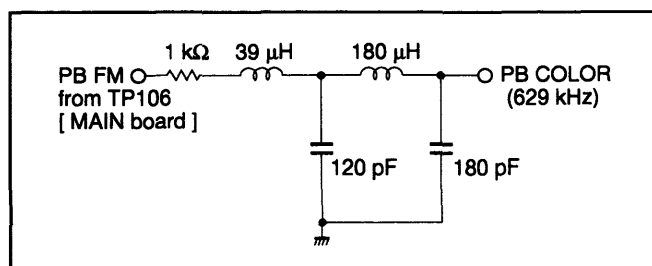
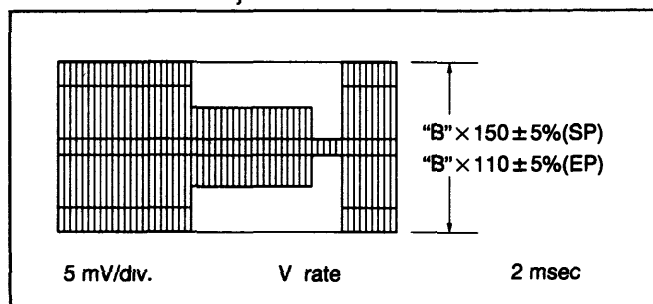

Fig 3-3-4 Circuito LPF
Fig 3-3-5 Nível de cor na gravação
- (1) Conecte o osciloscópio na saída PB COLOR através do circuito LPF (Ver Fig 3-3-4) e TP111 ao trigger (borda negativa) no Painel Principal
- (2) Reproduza um sinal colorbar da fita de alinhamento SP
- (3) Ajuste o tracking do Painel frontal para posição Auto tracking desligado, pressionando-se simultaneamente as teclas CH "▼" e "▲"
- (4) Através das teclas CH "▼" ou "▲" do Painel frontal ajuste a forma de onda de cor para o nível máximo e anote o ponto mais alto do nível de cor "B"
- (5) Pressione a tecla STOP/EJECT e retire a fita de alinhamento
- (6) Passe para o modo EVR pressionando a tecla "K" da unidade de "presetting" por mais de 2 segundos
- (7) Coloque o modo EVR na posição "A 2" pressionando a tecla "2" do controle remoto
- (8) Antes de gravar, utilize a tecla CH "▼" ou "▲" no controle remoto para que o nível do canal mais alto alcance 150 ± 5% SP (110 ± 5% EP) da nota "B" durante reprodução como mostrado na Fig 3-3-5
- (9) Grave um sinal colorbar no modo SP (EP), e reproduza-o.
- (10) Passe o VCR para o modo normal pressionando a tecla "K" da unidade "presetting" novamente, então os dados dos ajustes são memorizados